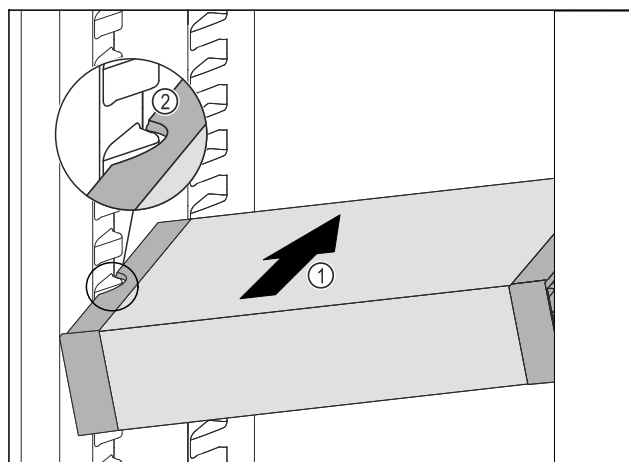

Fig. 88
- ▶ Zasuňte VarioSafe do chladničky pod úhlem tak Fig. 88 (1), aby vybrání na bocích Fig. 88 (2) VarioSafe byla na úrovni žebrování na nádoby v chladničce.